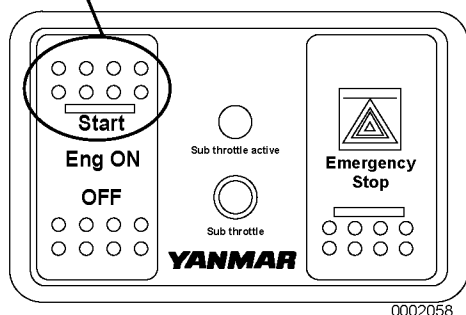

Figure 3
5. Appuyez sur le commutateur Eng ON (Figure 3, (1)) et les changements suivants se produiront :
Pour démarrer le moteur, appuyez sur la position Start (partie supérieure) du commutateur Eng ON (Figure 3, (1)).